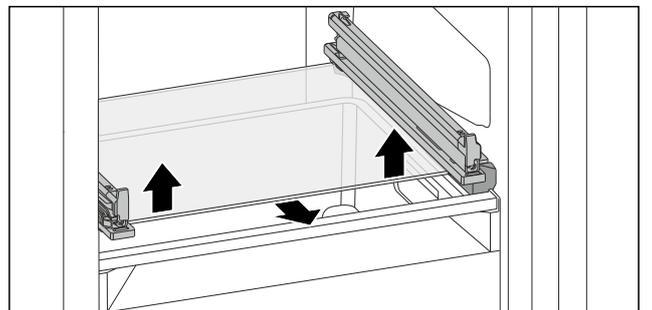

Fig. 73 Glasplatte des abkippbaren Schubfachs
- ▶ Glasplatte von unten beidseitig nach oben drücken. (siehe Fig. 73)